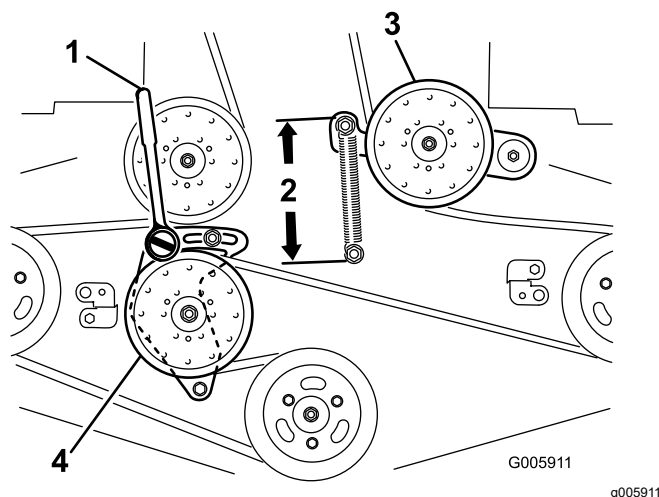

Figura 85
6. Desaperte o braço intermédio fixo e ajuste-o para aliviar a tensão da correia Figura 85
9. Utilize um roquete com uma extensão curta ou barra de torção no orifício quadrado no braço intermédio fixo (Figura 85).
11. Para aumentar a tensão da correia, rode o roquete ou a barra de torção no sentido contrário ao dos ponteiros do relógio para mover o braço intermédio fixo até haver 16,5 cm entre os ganchos da mola (Figura 85).